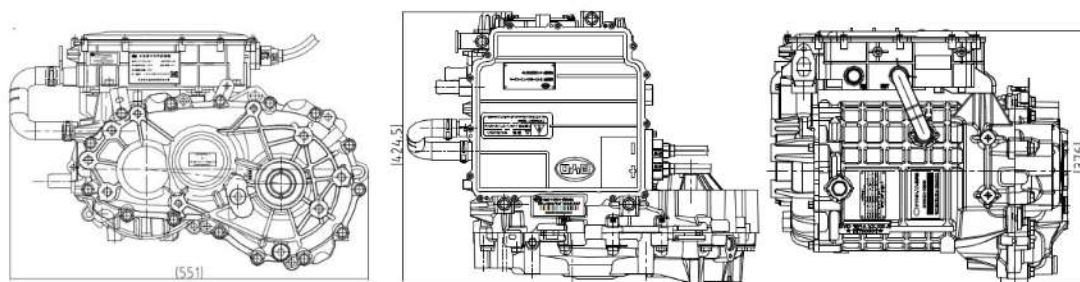

图 3 EL 前驱电动总成外形尺寸图
EL 前驱电动总成外形尺寸 A×B×C=551mm×424.5mm×376mm，见图 3
1.1 排出齿轮油：在动力总成拆卸前，打开放油螺塞组件(如图3)，将变速箱体内的润滑油排放干净，再带上放油螺塞组件，防止在拆卸过程中，异物掉入变速箱腔体内。